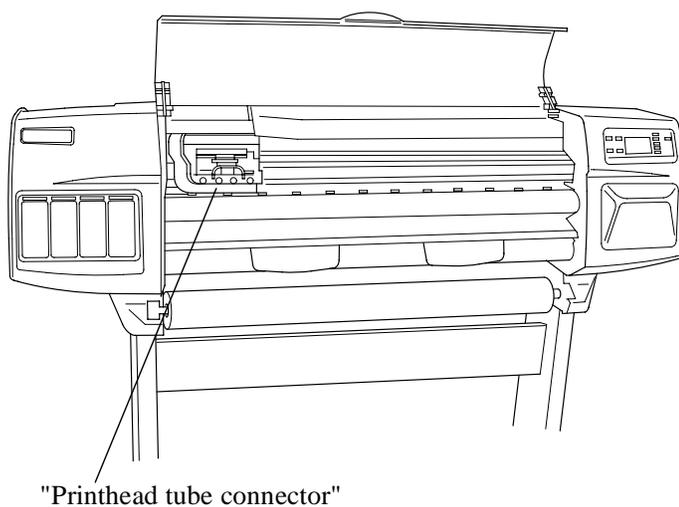
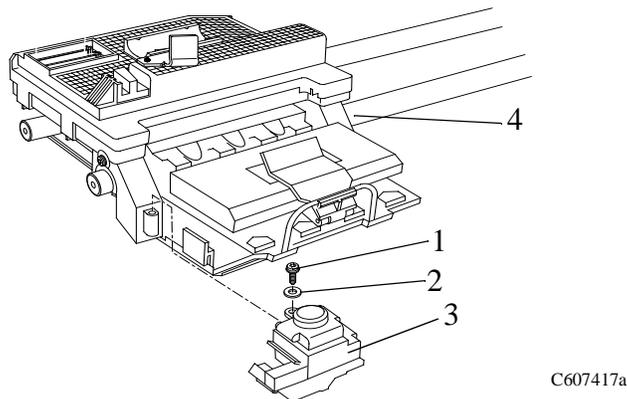

Figura 38: "Cutter Assembly"
Figura 40: "Cutter Assembly"
Consulte de la Figura 38 a la Figura 40.
2. Desplace el "carriage" a la posición en donde pueda acceder el "printhead tube connector" (consulte la Figura 38).
Para los pasos a seguir, consulte la Figura 40.